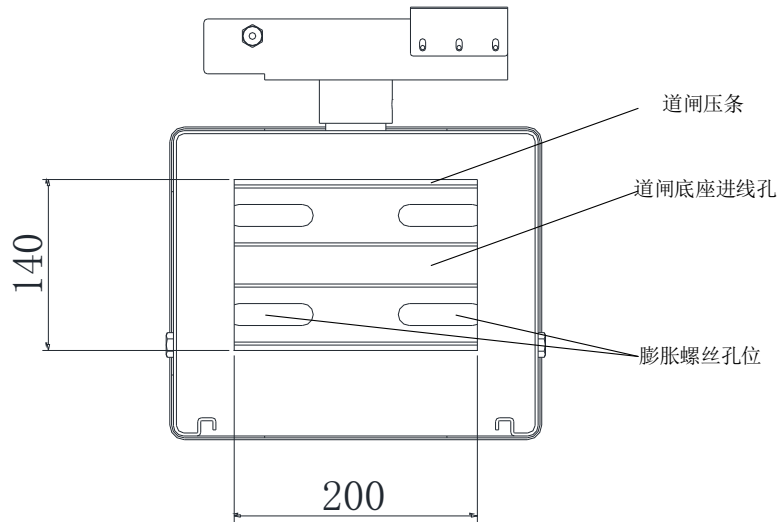

图2-1 安装孔位尺寸图
1. 按图 2-1 的尺寸在安装面上确定机箱安装孔位，也可将自动挡车器机箱置于安装面上，通过箱体底座的安装孔位在安装面上做标记。